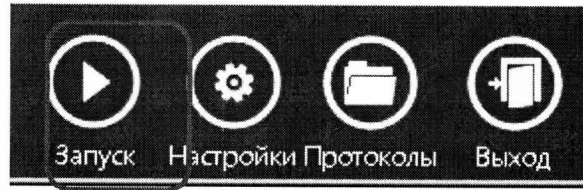

Рисунок 23
6.4 Нажать в главном окне программы ВЕКТОР-ИКИ-2016 пиктограмму “Запуск” для начала проведения тестов (рисунок 23). В левом нижнем углу дисплея ВЕКТОР-ИКИ-2016 должно отображаться «Принято 0 Б (0 шт).